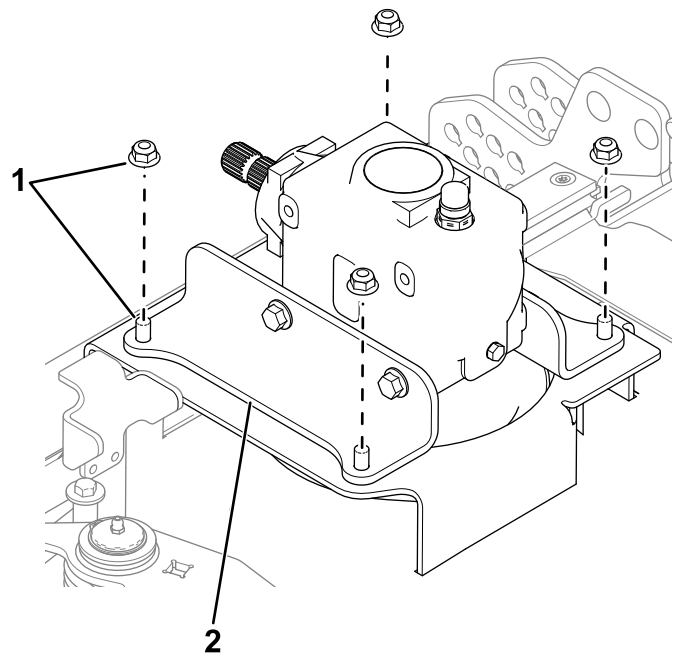

Figura 2
1. Rimuovete i 4 set di bulloneria che fissano la staffa della scatola ingranaggi all'apparato di taglio (Figura 2).